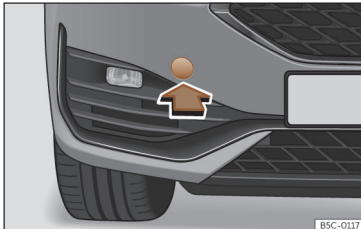

Fig. 47 Pe partea dreaptă a barei de protecție față: demontați capacul.
Locul de instalare a inelului de tractare cu filet este în partea dreaptă a barei de protecție față, în spatele unui capac»» **fig. 47**.
- Scoateți capacul apăsând pe partea inferioară a acestuia și lăsați-l să atârne»» **fig. 47**.